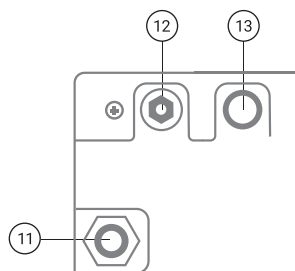
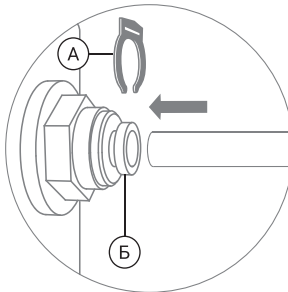

Рис. 2.
Рис. 5
2. Отсоедините стопорную клипсу (А), затем вставьте трубку 3/8" (трубка большего диаметра из комплекта поставки) до упора в фитинг на вход в фильтр (рис. 2, поз. 11), продев ее через цанговое кольцо (Б) (рис. 5). Для герметизации соединения приложите дополнительное усилие, при этом трубка утопится еще примерно на 3 мм и будет плотно обжата резиновым кольцом.
4. Аналогичным методом установите трубку 3/8" (трубка большего диаметра из комплекта поставки) в фитинг на выход очищенной воды из фильтра (рис. 2, поз. 13). Обратный конец трубки подключите к предлагаемой точке водопотребления (смеситель, водозапорный вентиль, оборудование). Трубку 1/4" (трубку меньшего диаметра из комплекта поставки) установите в фитинг дренажной линии (рис. 2, поз. 12).